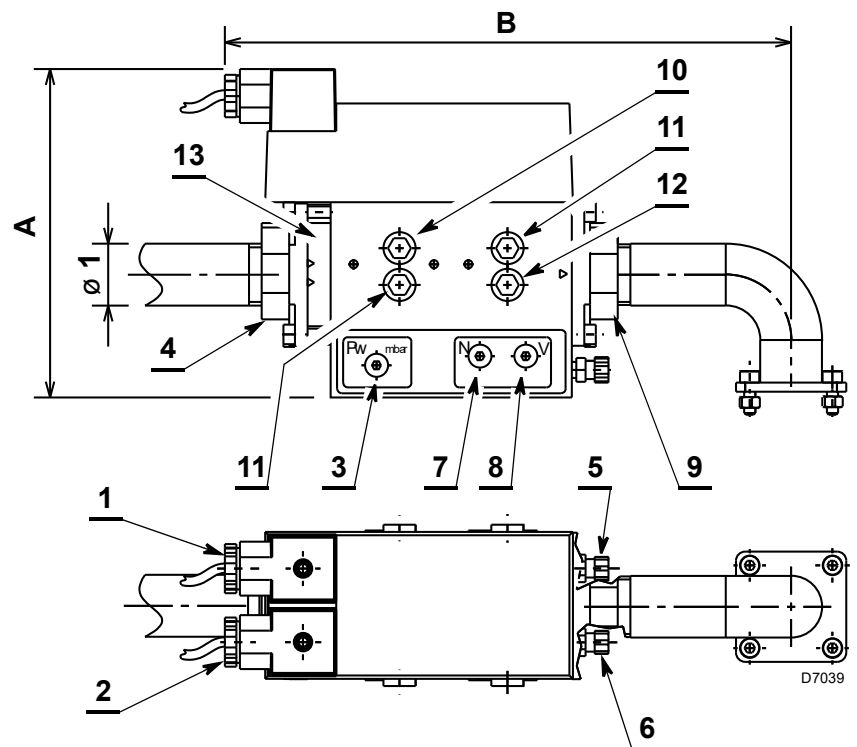

Fig. 1
- Enlever le bouchon de protection de la bride (4, fig. 1) et raccorder la ligne d'alimentation du gaz.